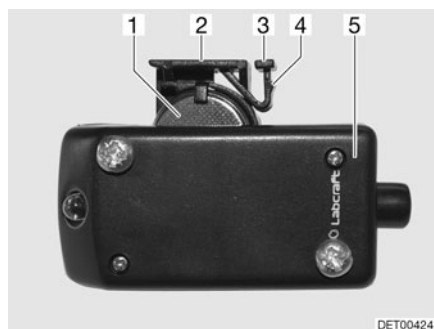

Fig. 175 Lámpara del armario ropero con el compartimento de la pila abierto
- En el lado superior de la lámpara del armario ropero (Fig. 175,5), empujar la orejeta de sujeción (Fig. 175,3) cuidadosamente hacia atrás. Queda libre la saliente (Fig. 175,4) de la orejeta de sujeción.
- Extraer el portador de la pila (Fig. 175,2) hacia arriba.
- Sacar la pila botón (Fig. 175,1) del portador de la pila.